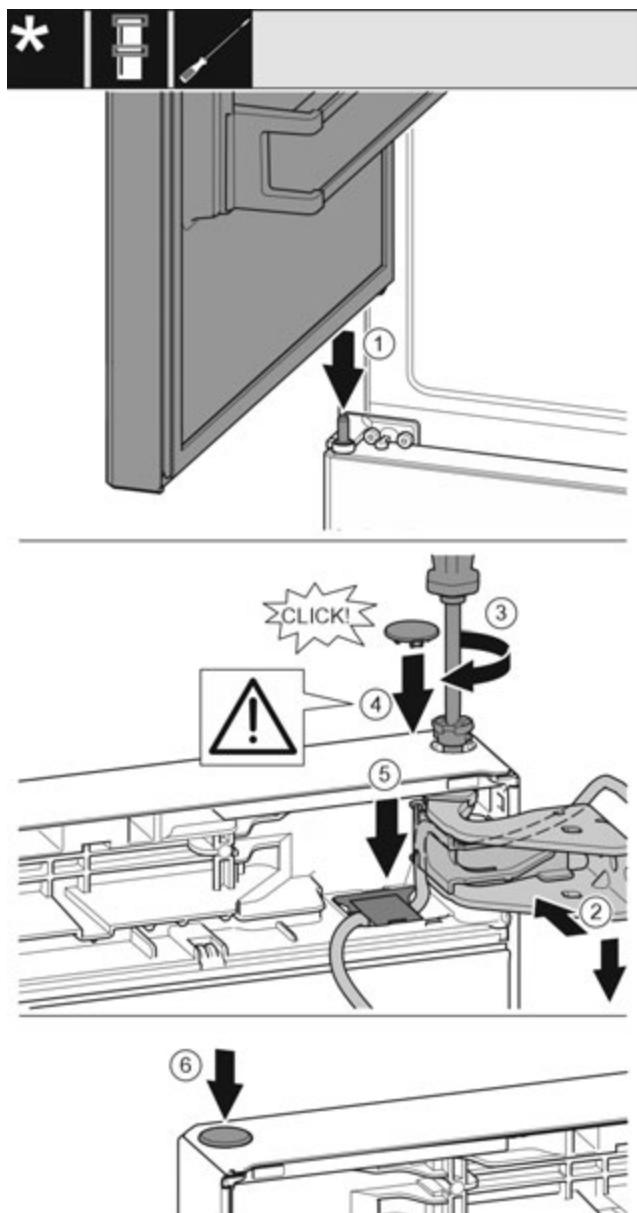

Fig. 42
- Встановлення верхніх дверцят на середній опорний палець Fig. 42 (1)
- Вирівняйте дверцята зверху по отвору в опорному кронштейні. Fig. 42 (2)
- Вставте палець та закрутіть за допомогою викрутки T15. Fig. 42 (3)
- Встановіть захисну кришку для захисту дверцят: вставте захисну кришку і проконтрольуйте, щоб вона прилягала до дверцят. Якщо це не так, повністю вставте палець. Fig. 42 (4)
- Вставити кришку та натиснути донизу, поки вона не зафіксується. Fig. 42 (5)
- Вставте пробку. Fig. 42 (6)